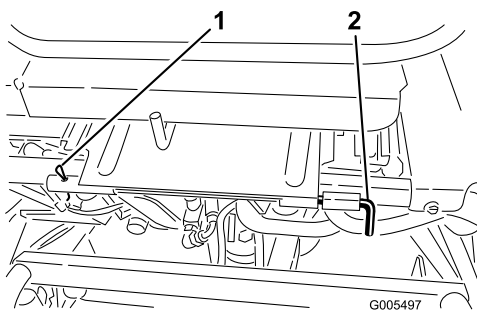

Figure 34
3. Abaissez le siège et retirez la goupille fendue qui fixe l'axe de pivot du siège au cadre (Figure 34).